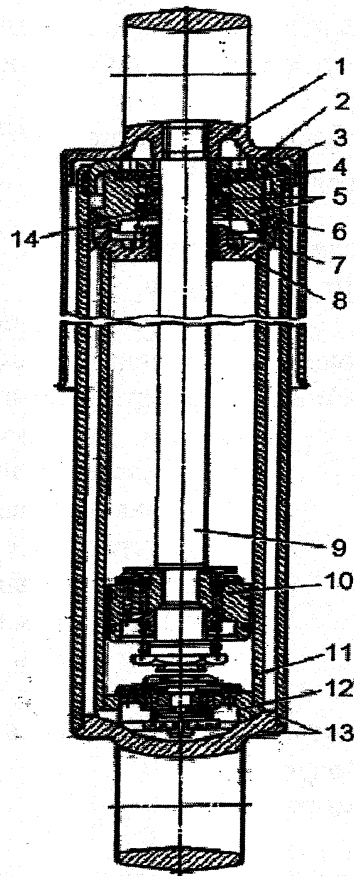
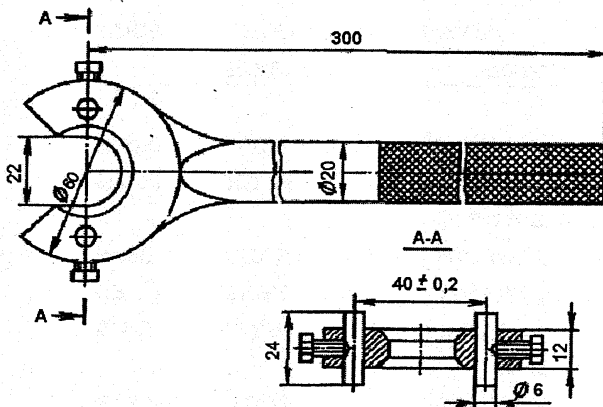

Рис. 44. Амортизатор:
Рис. 45. Ключ для подтяжки гайки амортизатора
1. Закрепить за нижнюю головку корпус 13 (рис. 44) в тисках и выдвинуть шток 9 с поршнем 10 до отказа вверх;
1 - верхняя головка амортизатора с кожухом в сборе; 2 - гайка резервуара; 3 - уплотнительное кольцо; 4 - защитное кольцо штока; 5 - корпус манжеты с манжетой в сборе; 6 - уплотнительное кольцо; 7 - пружина манжеты; 8 - кратка цилиндра с втулкой; 9 - шток поршня; 10 - поршень с клапанами в сборе; 11 - цилиндр; 12 - основание клапанов; 13 - корпус амортизатора с нижней головкой в сборе; 14 - шайба манжеты отвернуть специальным ключом (рис. 45) гайку 2 (см. рис. 44) резервуара.
- закрепить в тисках корпус 13 (см. рис. 44) за нижнюю головку в вертикальном положении;